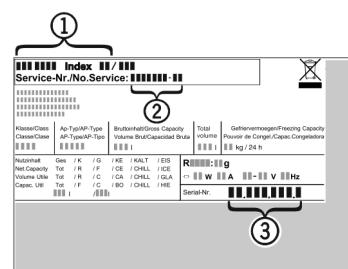

Fig. 15
- Z typového štítku odčítajte označenie zariadenia Fig. 15 (1), servisné č. Fig. 15 (2) a sériové č. Fig. 15 (3). Typový štítek je na ľavej vnútornej strane zariadenia.
- Upovedomte zákaznícky servis a oznamte chybu, označenie zariadenia Fig. 15 (1), servisné č. Fig. 15 (2) a sériové č. Fig. 15 (3).